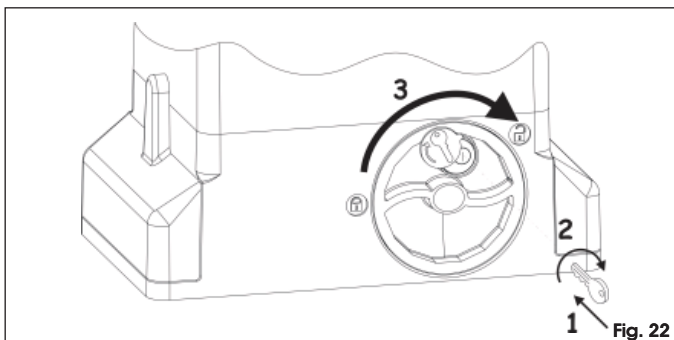

Fig. 22
1. Steek de bijgeleverde sleutel erin en draai hem met de klok mee zoals aangegeven op Fig. 22 ref. 1 en 2.
2. Draai het ontgrendelsysteem met de klok mee tot de mechanische aanslag, Fig. 22 ref. 3.